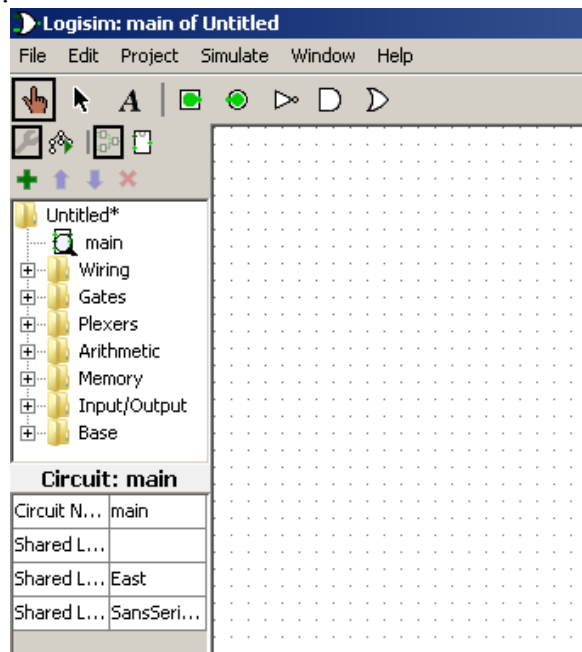

Figura 2 – Interfața programului Logisim.
După ce programul a fost deschis, interfața acestuia ar trebui să arate ca în figura 2. În stânga sus se află pop-up-urile File, Edit, Project, Simulate, Window și Help. Sub aceste pop-up-uri găsim meniul rapid. În partea stângă observăm o pictogramă care ilustrează o mână. Acest buton se va folosi pentru a asigura valori semnalelor la intrările în circuit, adică ne va ajuta să simulăm circuitele create. Următorul buton arată ca un cursor de mouse. Cu ajutorul lui putem să modificăm forma circuitelor, să plasăm componente în spațiul de lucru. Următoarea pictogramă, care are forma literei A mare (A) ne va ajuta să adnotăm fiecare circuit pe care îl creăm. După bara despărțitoare se găsesc cinci componente. Primul buton, pătratul cu verde, reprezintă un semnal de intrare pe 1 bit, al doilea buton, cercul cu verde, reprezintă un semnal de ieșire pe 1 bit, următoarele 3 butoane reprezintă porțile logice fundamentale NOT (NU), AND (ȘI) și OR (SAU).